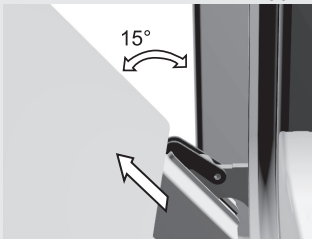

Abb. 3
Bemerkung: Setzen Sie das Glas in den Spalt und drücken Sie es nach vorne (Abb. 3).
- Entfernen Sie die innere, dritte Glasscheibe (nur bei einigen Modellen), indem Sie die Glasscheibe leicht anheben und sie herausziehen. Entfernen Sie auch den Gummi von der Glasscheibe (Abb. 3).
- Machen Sie darauf langsam die Tür zu, damit die Sperren auf den Halterungen aufsitzen. Heben Sie die Tür unter einem Winkel von ungefähr 15° (in Bezug auf die geschlossene Tür) ein wenig an und ziehen Sie sie aus beiden Scharnierhalterungen heraus (Abb. 3).